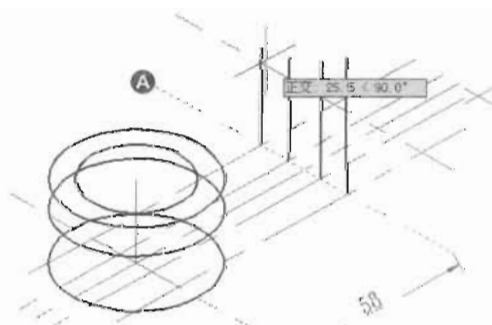

图 11-69
(6) 单击“修改”工具栏中的“复制”按钮, 将如图 11-69 所示的辅助线 A 向上复制 26mm, 命令执行过程如下。